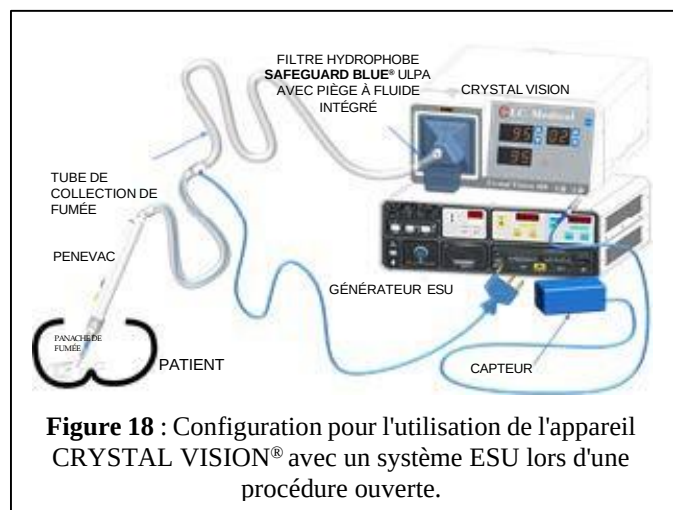

Figure 18 : Configuration pour l'utilisation de l'appareil CRYSTAL VISION® avec un système ESU lors d'une procédure ouverte.
3. Reportez-vous à la Figure 18 ou 19 pour la configuration.